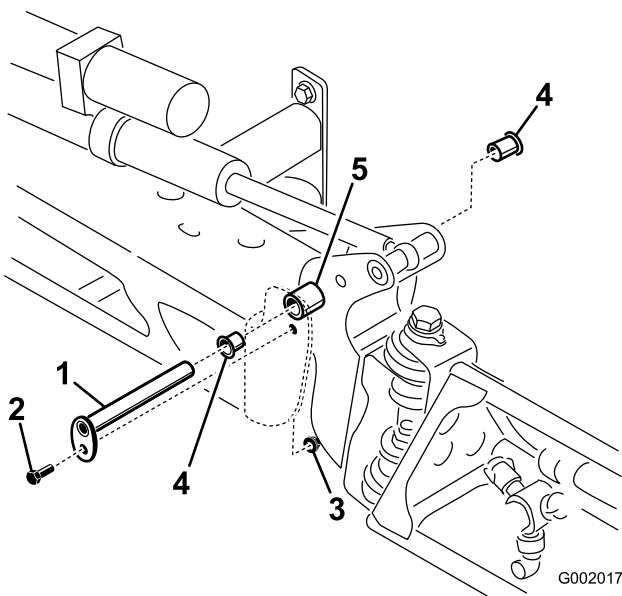

Figura 75
3. Com o peso da rampa suportado, retire o parafuso e a porca que seguram o pino de articulação à rampa (Figura 75). Retire o pino de articulação.
5. Retire e inspeccione as buchas de nylon dos lados dianteiro e traseiro do suporte de articulação (Figura 75). Substitua todas as buchas danificadas.
7. Monte a rampa e o apoio da articulação no chassis alinhando as aberturas (Figura 75).